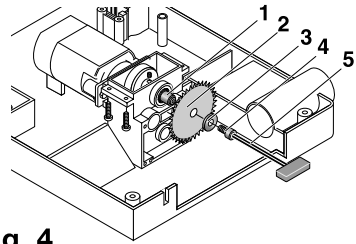

Fig. 4
3. Mit dem 3 mm Innensechskantschlüssel **5** (Fig. 4) Schraube 4 abschrauben, Ring **3** und Sägeblatt **2** abnehmen.